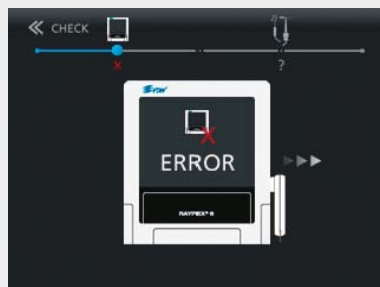

Abb. 31 Gerät ERROR
- ERROR (Abb. 31) zur Anzeige einer Fehlfunktion.